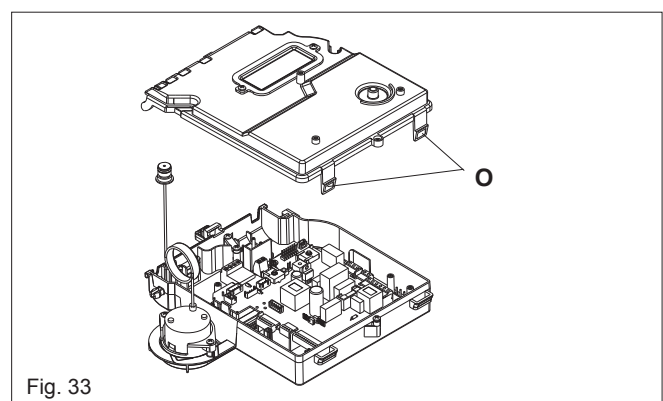

Fig. 33
6.11 PRINTED CIRCUIT BOARD (fig. 33)